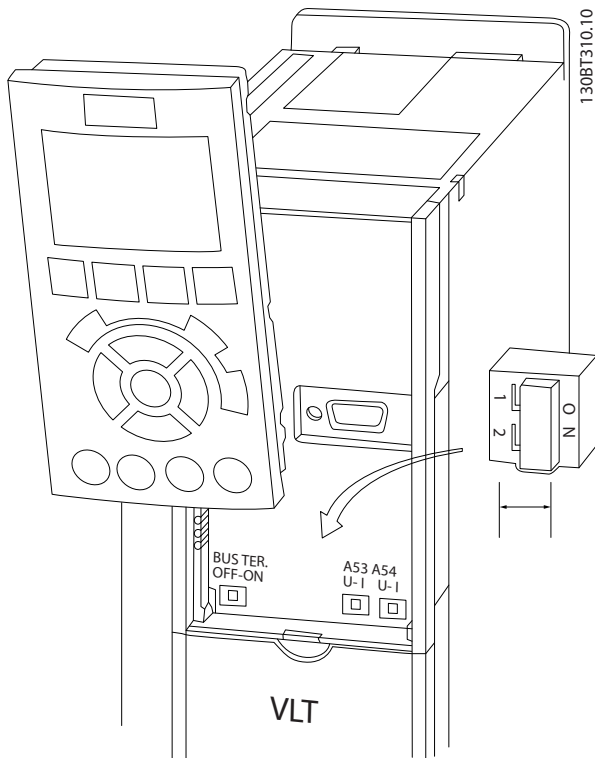

Рисунок 2.19 Расположение переключателей клемм 53 и 54
На Рисунок 2.19 показаны съемные разъемы преобразователя частоты. Функции клемм и значения по умолчанию приведены в Таблица 2.3.
- Доступ к переключателям можно получить, сняв крышку LCP (см. Рисунок 2.19). Обратите внимание, что некоторые дополнительные платы для устройства могут закрывать данные переключатели, и для изменения позиции переключателя их потребуется снять. Всегда отключайте питание устройства перед снятием дополнительных плат.